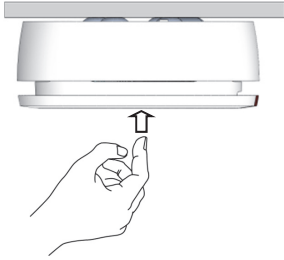

Figura 12
- Premere il coperchio energicamente (*vedi Figura 12*). Se il rivelatore funziona correttamente, verrà attivato un allarme incendio (*vedi Indicatori Acustici e Ottici*) e un evento di allarme verrà trasmesso al sistema ricevente.